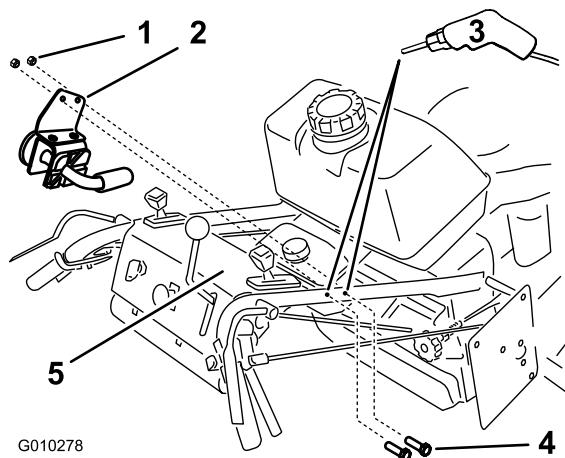

Figure 8
3. Montez l'ensemble poignée sur la machine avec 2 boulons (1/4 x 1-3/4 po) et 2 contre-écrous (1/4 pouce) (Figure 8).